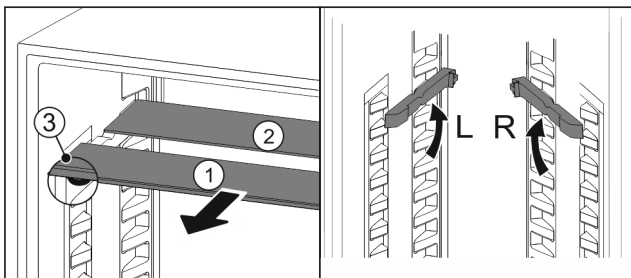

Fig. 123
- ▶ estrarre i ripiani di vetro singolarmente tirando in avanti Fig. 123 (1).
- ▷ Il piano in vetro Fig. 123 (1) con il motivo ornamentale è nella parte anteriore.
- ▷ I fermi Fig. 123 (3) sono rivolti verso il basso.